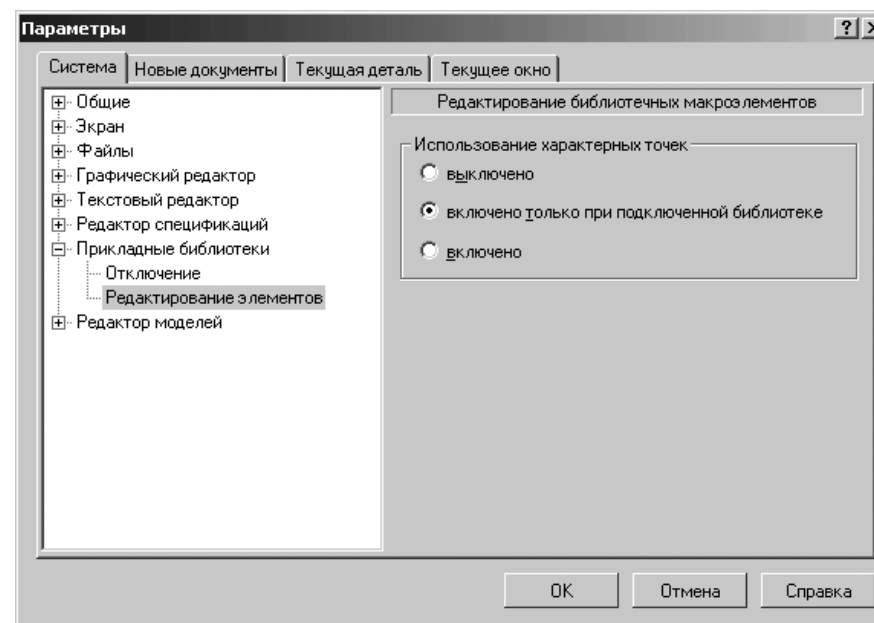

Рис. 9.44. Диалоговое окно **Параметры** с открытой вкладкой **Система** и открытой панелью **Редактирование библиотечных макроэлементов**
- щелкните по пункту **Редактирование элементов**. Откроется в правой части диалогового окна панель **Редактирование библиотечных макроэлементов** (рис. 9.44);